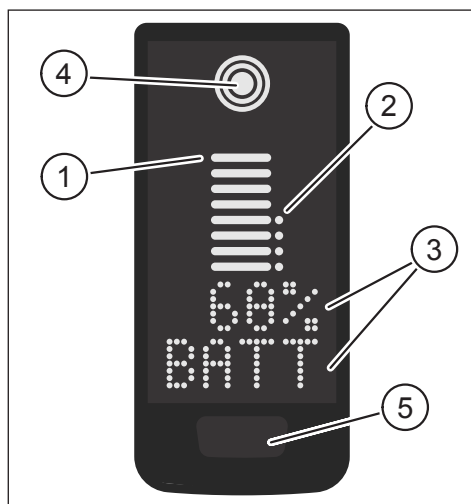
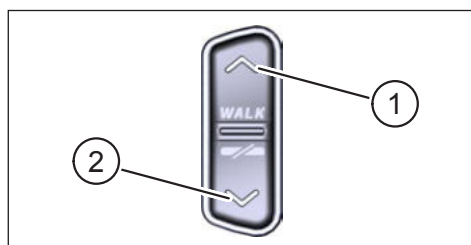

Fig. 1: Bedienings- en weergave-elementen op het Display
Fig. 2: Bedieningselementen op de Remote
Pos. in Fig. 1	Beschrijving
Pos. in Fig. 2	Beschrijving
- ▶ Houd de regeltoets op het Display (Pos. 5 in Fig. 1) en de regeltoets DOWN op de Remote (Pos. 2 in Fig. 2) gedurende minstens 5 s ingedrukt.
- ▶ Druk **dubberklik** op de bedieningsknop op het Display (Pos. 5 in Fig. 1) om over te schakelen naar de volgende schermweergave.
- Door op de knop DOWN op de Remote te drukken (Pos. 2 in Fig. 2)